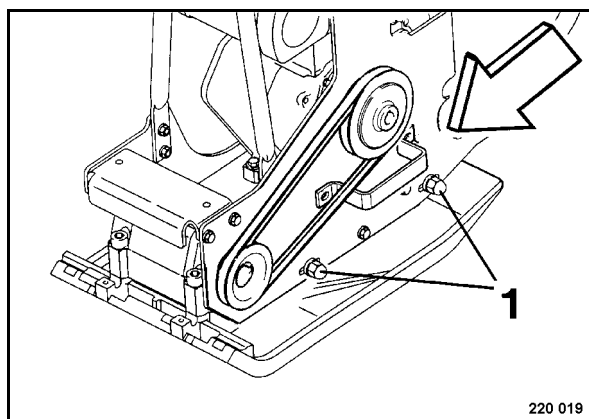

рис. 45
- Слегка ослабить по два крепежных винта (1) (рис. 45) по обеим сторонам кронштейна опоры двигателя.